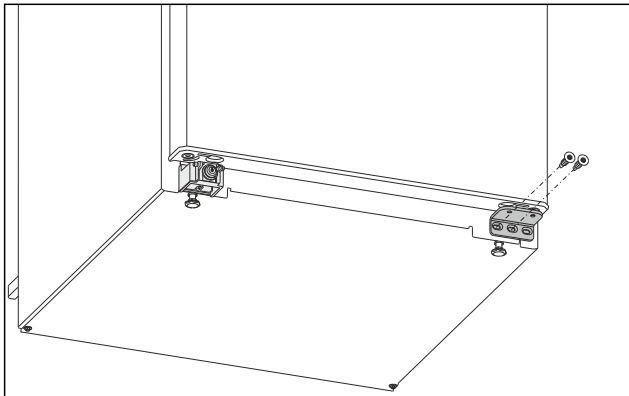

Fig. 6
- ▶ Am unteren Lagerbock die mittlere Schraube mit Schraubendreher Torx 20 herausdrehen. Fig. 6 (1)
- ▶ Am unteren Lagerbock die innere Schraube mit Schraubendreher Torx 20 herausdrehen. Fig. 6 (2)